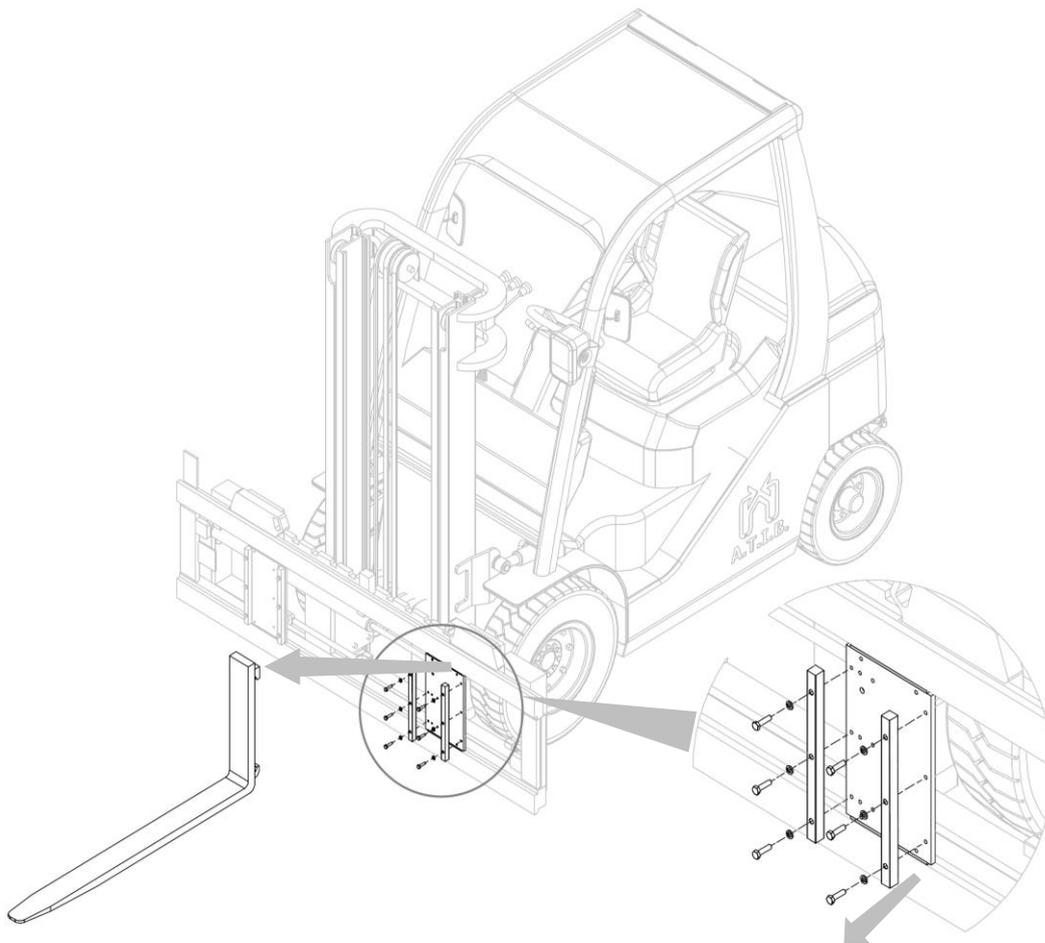

Figure 17
2. Retirer les fourches après avoir dévissé les butées d'arrêt des plaques (voir *Figure 17*).